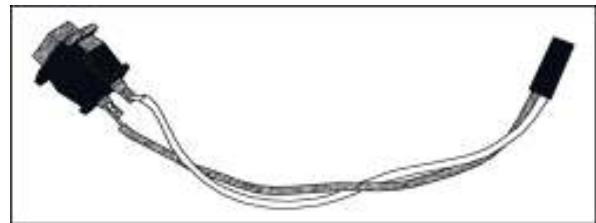

Рис. 4 Кнопка
Теперь можно попробовать включить радиоприемник. Подключите к разъему SA1 включатель (рис.5). К разъемам RES и SCAN кнопки (рис.4). Динамик к разъему со значком "громкоговоритель".
1. Найди 2 кнопки с проводами и разъемом (Рис.4) После подключения их к основной плате будешь настраиваться на станции.